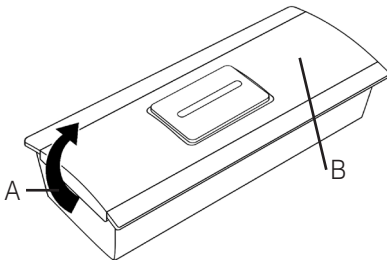

Abbildung 3: Ruftaster
- a) Entfernen Sie zuerst die durchsichtige Plastikfront, indem Sie sie auf einer Seite vom Gehäuse abhebeln (Abb. 3 A). Verwenden Sie hierzu gegebenenfalls einen kleinen Schraubenzieher.
- c) Nun können Sie die kleine Schraube (Position: Abb. 3 B) mit einem kleinen Kreuzschlitz-Schraubendreher öffnen und die Vorderseite des Ruftasters, hinter der sich die Platine mit der Batterie befindet, abnehmen.
- g) Schrauben Sie die kleine Schraube (Abb. 3 B) mit einem kleinen Kreuzschlitz-Schraubendreher vorsichtig ein.